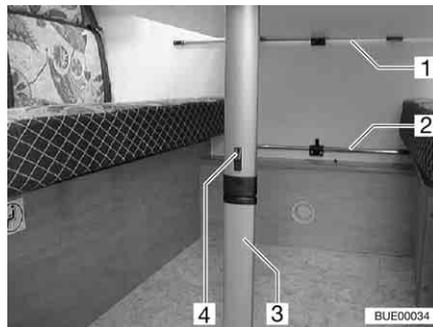

Fig. 68 Tavolo sospeso con piede pieghevole
- Spingere l'arresto (Fig. 68,4) in direzione piano del tavolo.
- Ribaltare il piede inferiore (Fig. 68,3) di 90°.
- Sganciare il tavolo sospeso dalla sbarra di aggancio superiore (Fig. 68,1).
- Agganciare il tavolo sospeso nella sbarra di aggancio inferiore (Fig. 68,2) e fissarlo sul giunto del piede del tavolo.